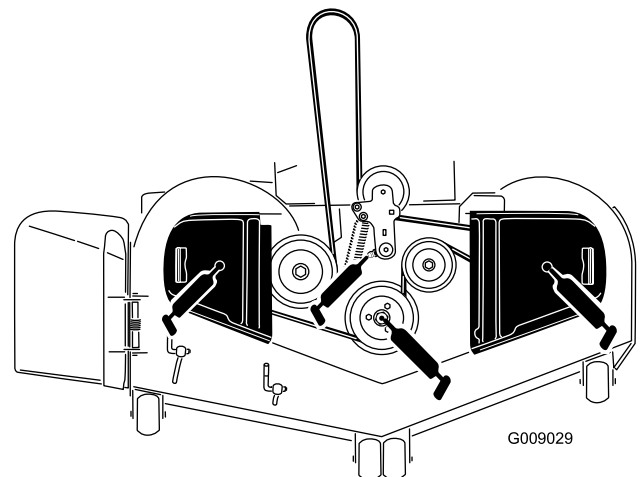

Bild 44
3. Fetten Sie das Drehgelenk der Mähwerkspannscheibe ein, bis Schmiermittel unten austritt (Bild 44).
4. Fetten Sie die Schmiernippel oben an den drei Spindellagern ein, bis das Schmiermittel austritt (Bild 44).
5. Schmieren Sie den Spannarm des Treibriemens (Bild 44).